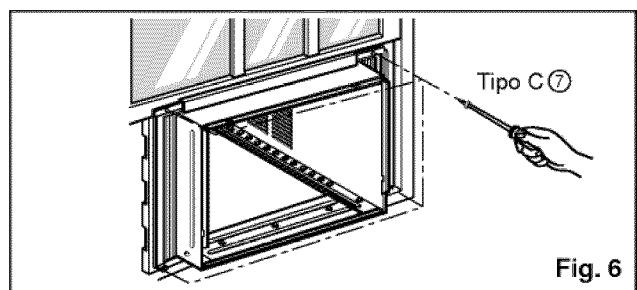

Fig. 6
7. Adjunte el gabinete al banquete de la ventana atornillando los tornillos ⑥(Tipo B: Largo dieciséis milímetros y menos.) a través del ángulo frontal en la banqueta de la ventana.
9. Adjunte cada panel guía a cada lado de la ventana usando tornillos ⑦(Tipo C). (Ver Fig. 6)